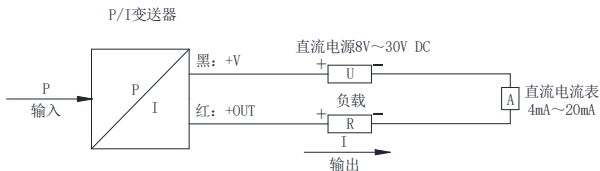

图 7
a) 二线制, 4mA~20mA DC 输出的电气连接方法见图 7